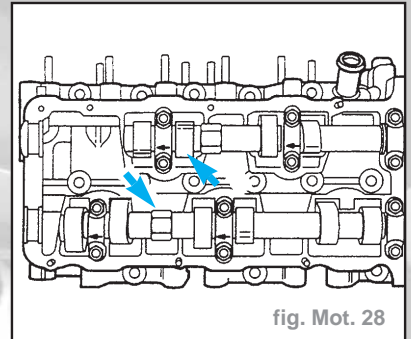

fig. Mot. 28
- Nota :** Ne faire contre-appui sur l'arbre à cames qu'avec une clé à fourche d'ouverture 24. La règle pour arbres à cames 3268 ne doit pas être en place lors du serrage ou du desserrage des pignons de chaîne (fig. Mot. 28).